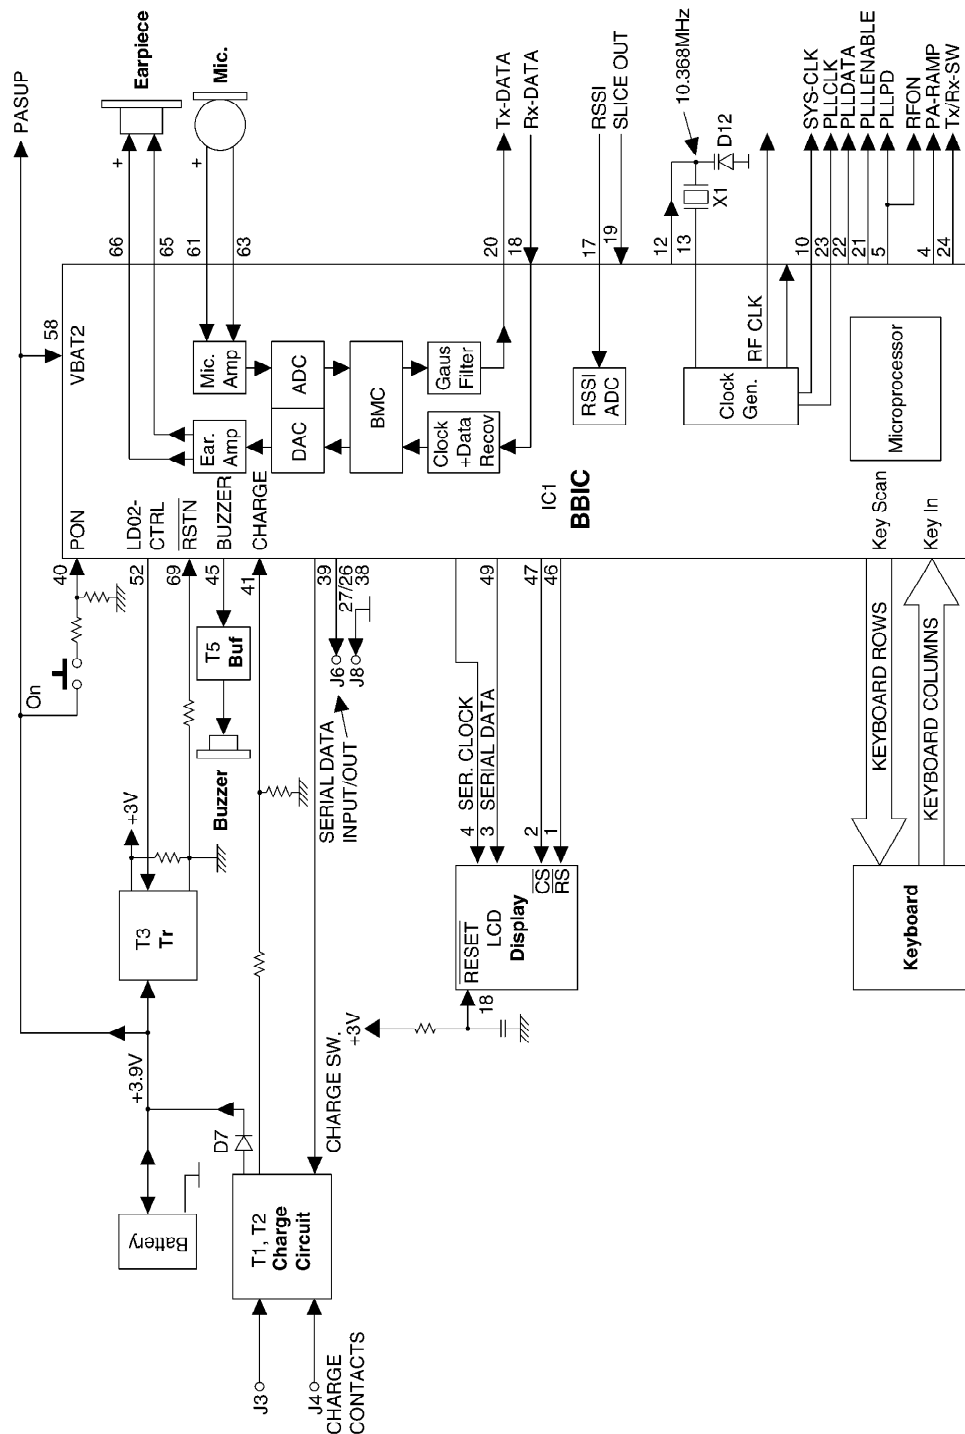

Fig. 25
9.1. THE BASE-BAND SECTION (SEE BLOCK DIAGRAM Fig. 25)
9.1.8. FACTORY SERIAL PORT (SEE Fig. 25)